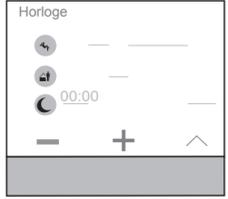

Figure 13 : Réglage de l'heure de commutation
L'affichage bascule vers le réglage de l'heure de commutation (figure 13).
- Avec les touches - / +, régler l'heure d'activation/désactivation (figure 13).